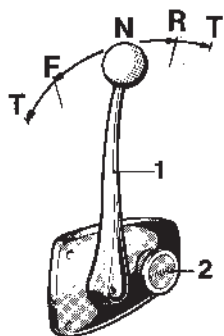

Fig. 6. Commande combinée Volvo Penta d'accélérateur et de changement de marche pour inverseur MS
1. Placez le levier de commande au point mort et débrayez le mécanisme de commande de changement de marche en vous référant aux instructions données à la figure 6. Enfoncez la commande de stop de la pompe d'injection s'il en existe.
7. Ramenez le levier de commande au point mort pour embrayer le mécanisme de changement de marche (voir figure 6). Tout est maintenant prêt pour la mise en marche du bateau.